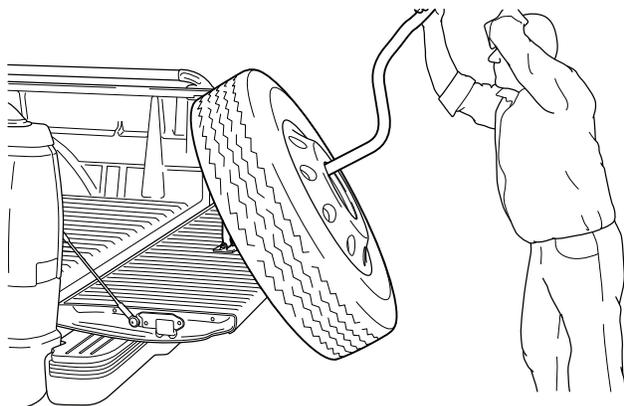

Figura 7
3. Coloque ambas manos en el extremo del asa de la herramienta y baje la manija de la herramienta lentamente. Deje que la rueda se deslice por la herramienta hasta que quede estable en el suelo. Consulte la figura 7.